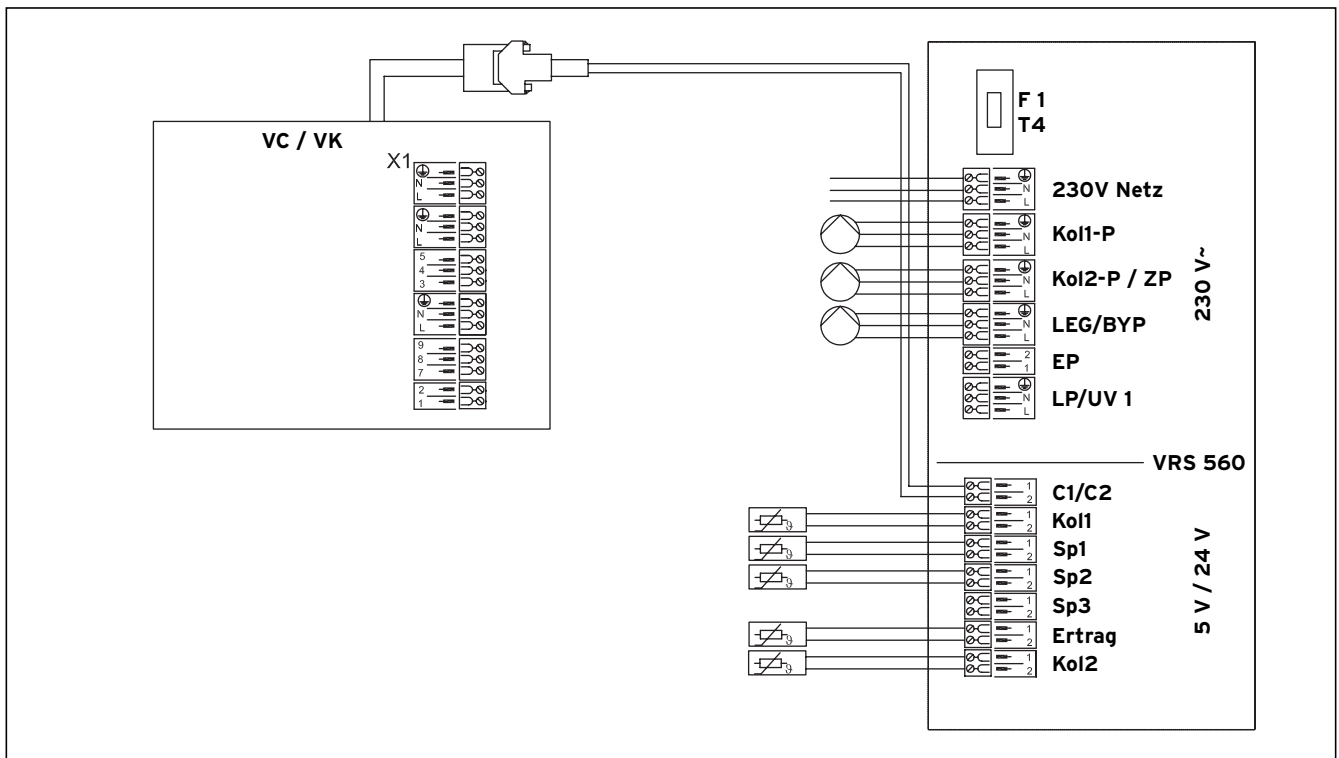

Abb. 5.8 Anschlussplan für Hydraulikplan 2
**Tab. 5.5 Legende zur Abb. 5.7 und Abb. 5.8**
**Tab. 5.5 Legende zur Abb. 5.7 und Abb. 5.8 (Fortsetzung)**